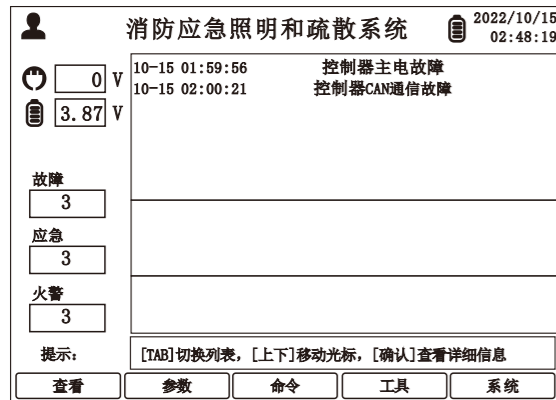
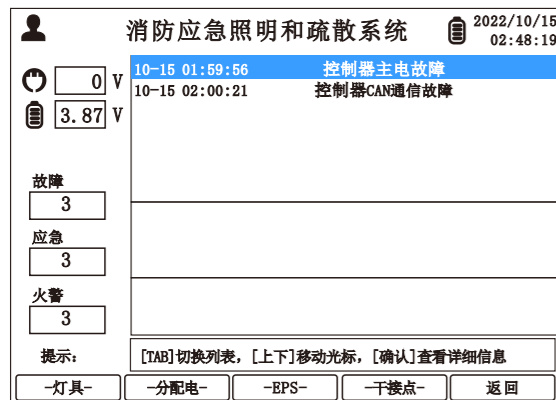

图8.1
图8.1.1
- ◆ 设备开机后,自动进入主界面,主界面显示当前的故障、应急和火警信息的列表窗口(如图8.1);
- ◆ 在主界面的屏幕下方,有5个(查看、参数、命令、工具、系统)相应功能的按键(如图8.1),可分别打开对应的菜单。比如:按[查看]键,展开菜单[灯具、分配电、EPS、干接点](如图8.1.1)。